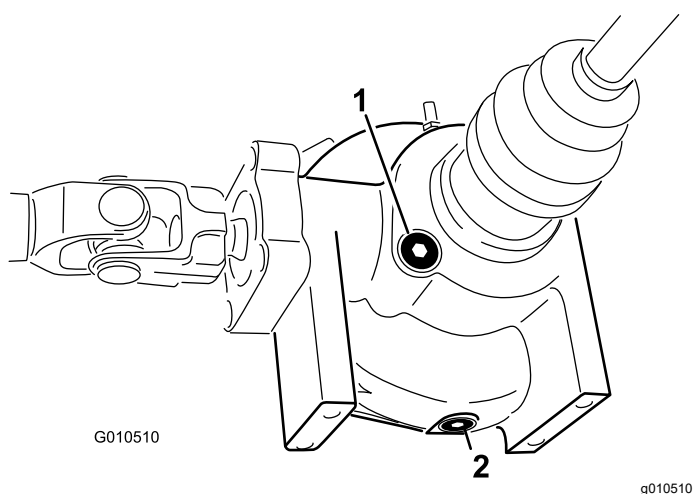

Figura 44
4. Limpe a área em torno do bujão de enchimento/controlo na parte lateral do diferencial (Figura 44).
4. Limpe a área em torno do tampão de escoamento na parte lateral do diferencial (Figura 44).